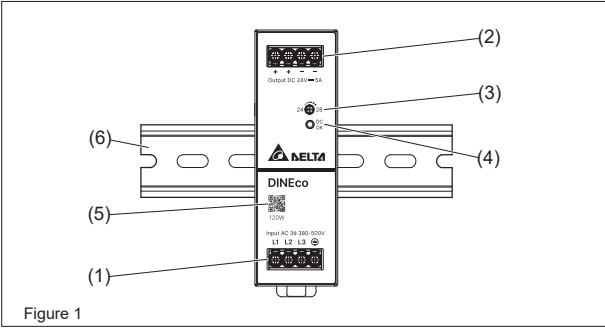

Figure 1
- L'alimentation est approuvée pour les connexions à un réseau en étoile (Wye) avec L1, L2, L3 et PE. La tension nominale d'entrée est de 380–500 V~ entre phases (V_{LL}), 380–500 V triphasé en étoile (Y) ou équivalente à un système de tension de 220–289 V~ entre phase et neutre (V_N), 220–289 V triphasé. Le conducteur neutre n'est pas directement raccordé à la borne d'entrée.
2. Description de l'appareil (Fig. 1)
- Potentiomètre de réglage de tension continue (CC)
4.1. Raccordement d'entrée (Fig. 1 (1), Fig. 5)
Utilisez les bornes L1, L2, L3 et PE (voir Fig. 1 (1)) pour raccorder en 3 x 380-500 Vca. Le raccordement aux divers types de réseau est représenté à la Fig. 5. Lorsque l'isolement est surveillé, le neutre de ces réseaux est considéré comme étant raccordé à la terre.
4.2. Raccordement de sortie (Fig. 1 (2))
Utilisez les bornes à vis « + » et « - » pour relier au 24 Vcc ou 48 Vcc. Le voyant DEL OK vert indique le bon fonctionnement de la sortie (Fig. 1 (4)).
2. 产品描述 (Fig. 1)